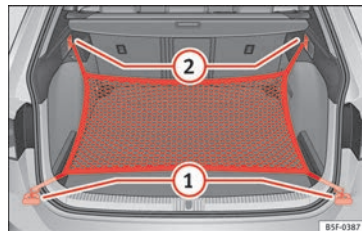

Fig. 178 Na bagageira: argolas ① e ganchos ② para fixar o saco de rede (modelo LEON ST).
- Fixe os ganchos curtos da rede nas argolas de fixação »» Fig. 178 ① »» ⚠. O fecho de correr do saco deve ficar voltado para cima.
- Fixe as fitas nos ganchos para prender sacos ②.